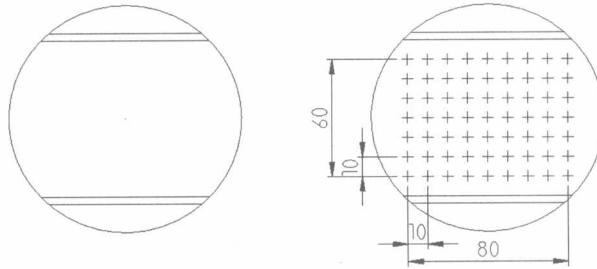

图1-2
**【练习1-2】：** 打开附盘上的文件“1-2.MCX”，利用【Create】/【Point】/【Create Point Position】命令，为图 1-2 中左图的筛盘加上矩阵钻孔点，结果如图 1-2 右图所示。